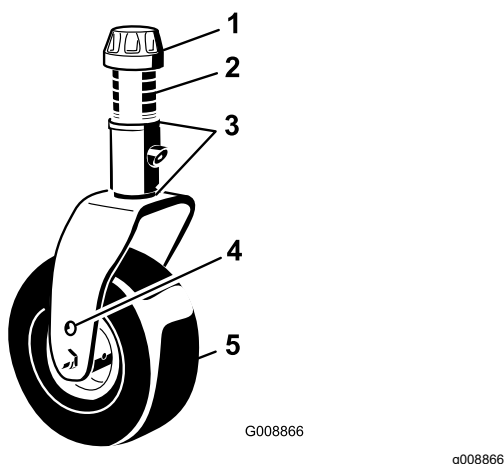

Figure 121
1. Enlevez le chapeau de tension de l'axe de pivot et sortez l'axe du bras de la roue pivotante (Figure 121).